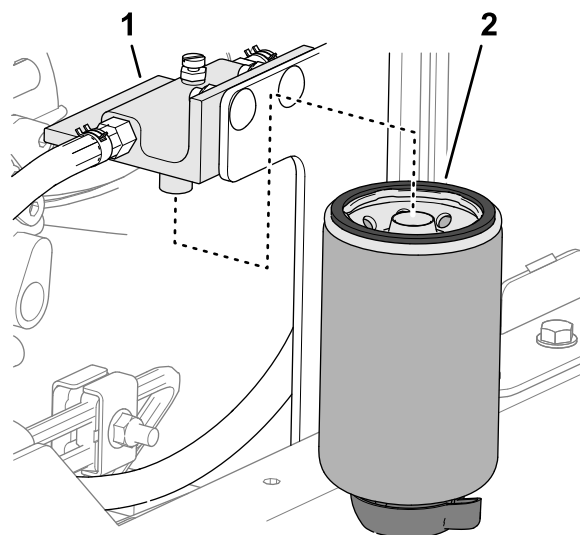

Bild 85
2. Reinigen Sie den Filterkopf und die Filterglocke (Bild 85).